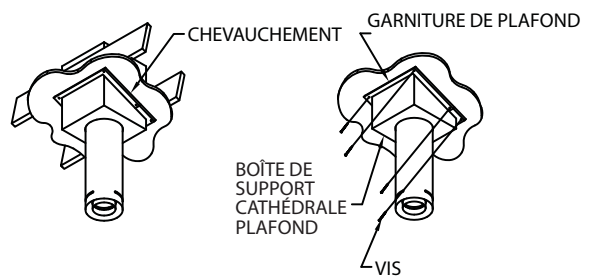

Figure 22
Étape 9. Poser le collet de finition noir autour de l'extérieur de la boîte d'encastrement de plafond cathédrale. Les deux pièces du collet de finition glissent l'une sur l'autre pour permettre un ajustement facile autour de la boîte d'encastrement. À l'aide des six (6) vis fournies, fixer les quatre coins et les sections chevauchantes du collet de finition en dessous du plafond. Vous pouvez également percer les trous pour les sections chevauchantes afin d'en faciliter la pose (*Fig. 22*).